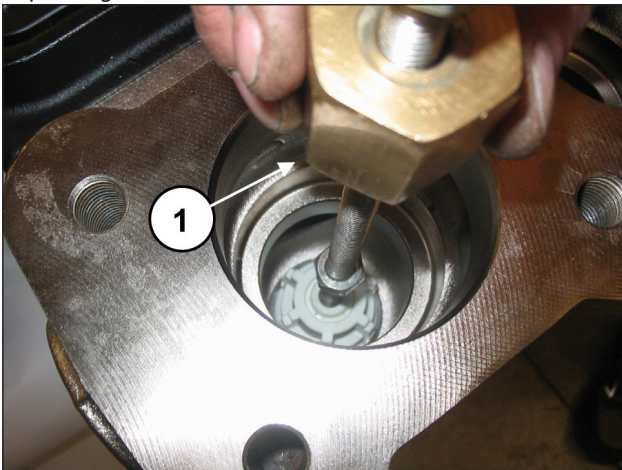

Fig. 84
Extraire le groupe soupape d'aspiration en appliquant un chasoir à inertie sur l'orifice M10 du guide de soupape (rep. ①, Fig. 84).